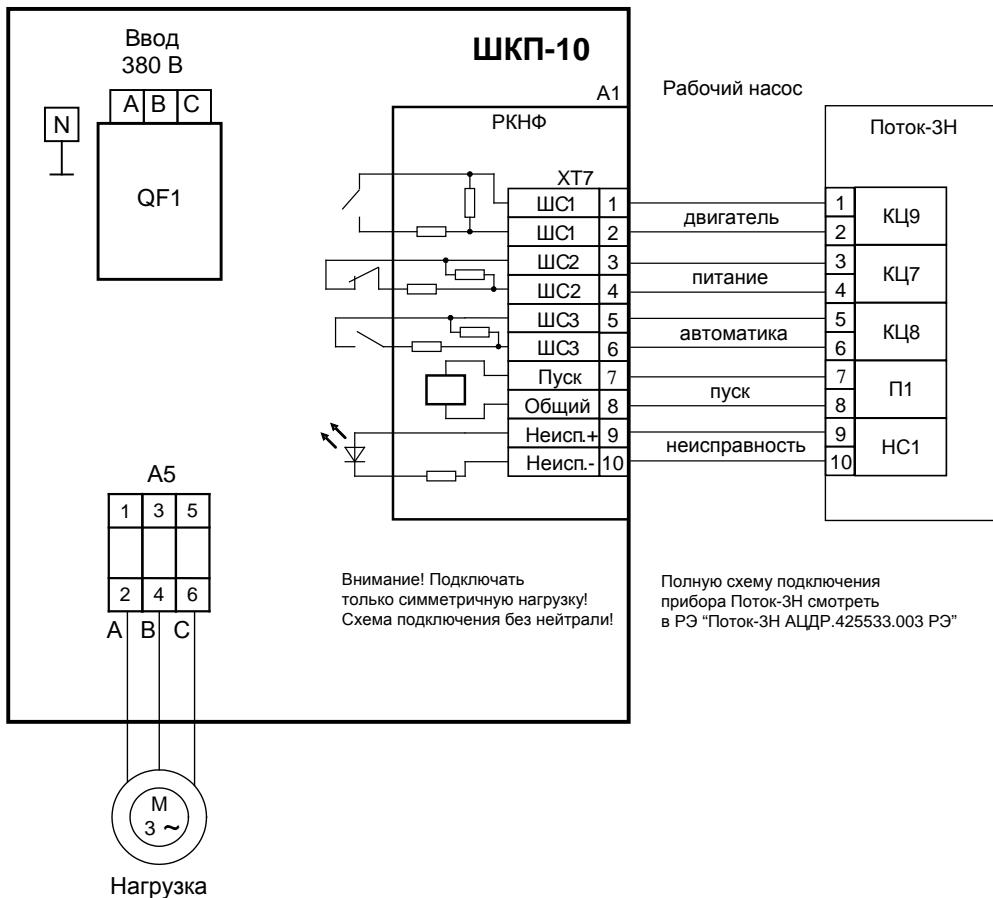

Рисунок 2. Вариант подключения шкафа при эксплуатации с прибором Поток-ЗН
- 3) подключить к шкафу провода питающего сетевого напряжения, цепей нагрузки и контроля состояния согласно схеме электрической рис. 2;